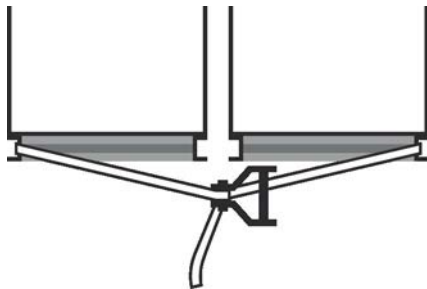

Fig. 12: Fixation d'une courroie
1. ▶ Fixer une courroie au châssis de 2 caissons de la centrale (Voir la Fig. 12).